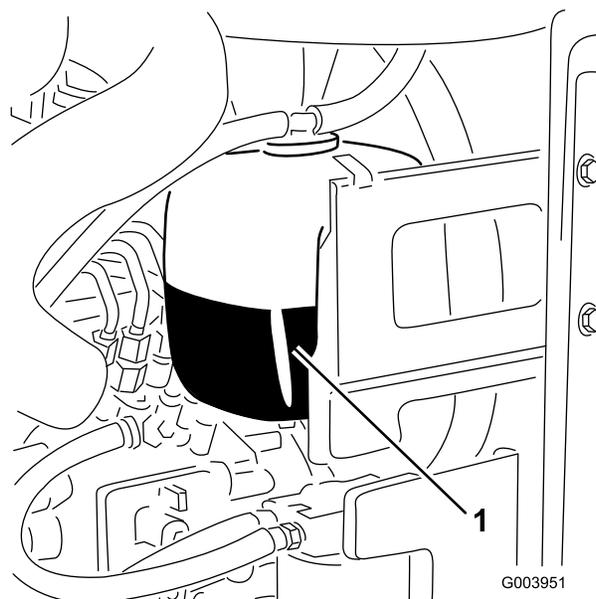

Рисунок 31
1. Проверьте уровень охлаждающей жидкости в расширительном бачке (Рисунок 31).